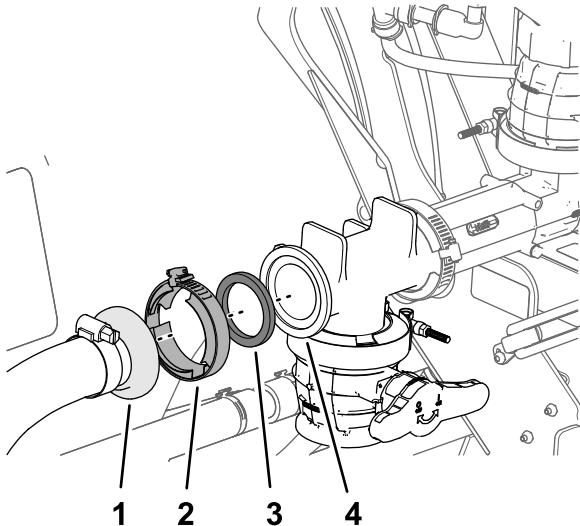

Bild 30
7. Befestigen Sie das gerade, gezahnte Anschlussstück des Ejektorschlauchs mit einer Dichtung und Flanschklemme am Flansch des T-Anschlussstücks und ziehen Sie die Klemme mit der Hand an (Bild 30).